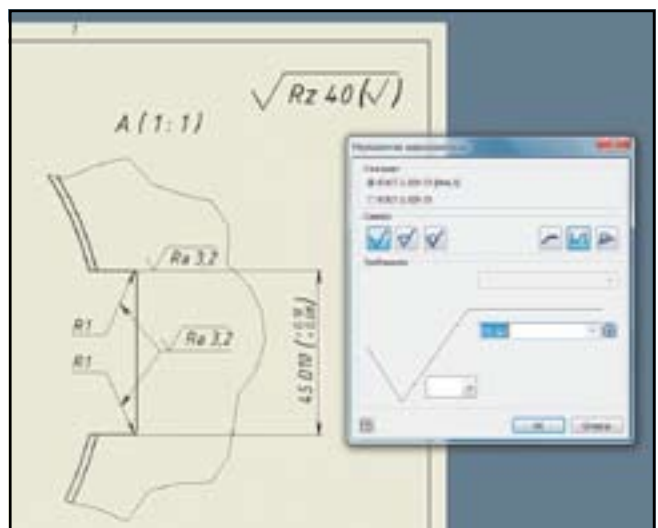

Рис. 8. Шероховатость
► **Неуказанная шероховатость и шероховатость**. Их обозначения могут соответствовать ГОСТ 2.309-73 и ГОСТ 2.309-73 (Изм. 3). Примеры простановок и соответствующее диалоговое окно показаны на рис. 8.